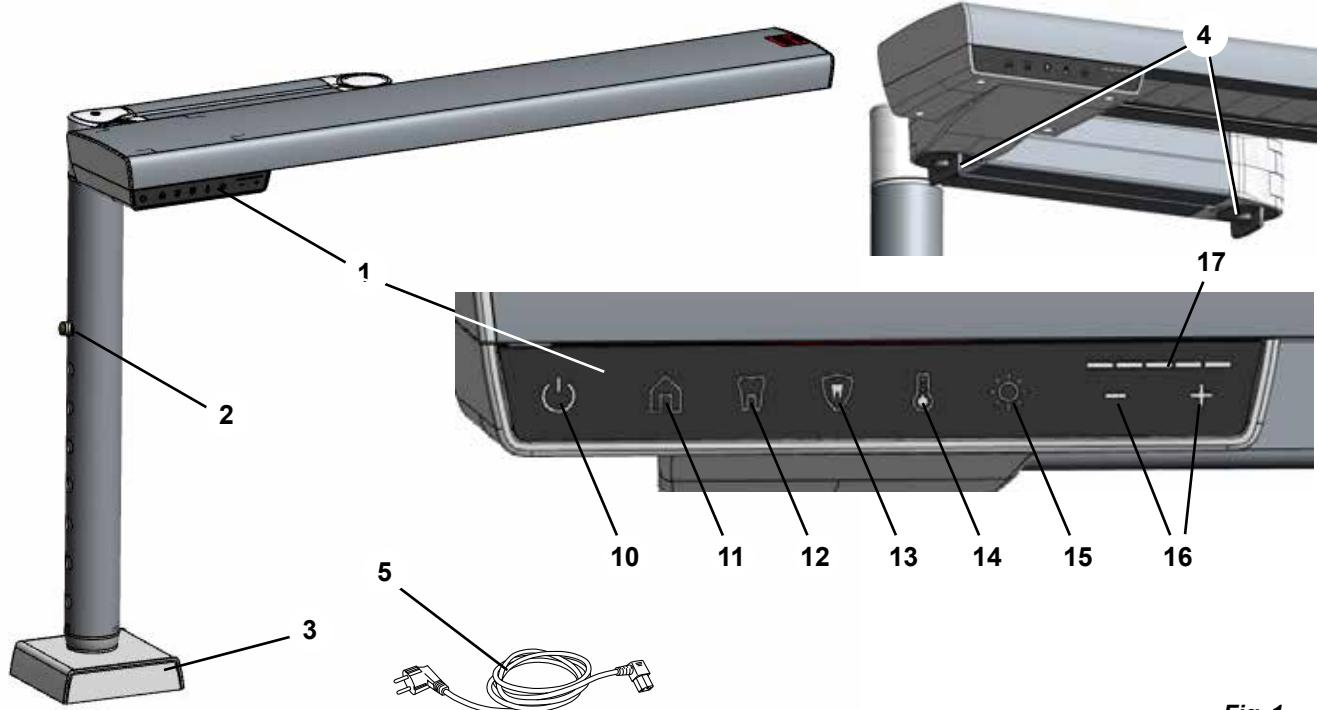

Fig. 1
- ⇒ Premere il blocco di regolazione dell'altezza (2, Fig. 1) ed estrarre il tubo interno dello zoccolo fino alla posizione massima.
Per determinare la posizione di montaggio adatta, allentare il bloccaggio dello snodo (4, Fig. 1) e verificare che sia possibile spostare la lampada da lavoro nella posizione ottimale descritta in precedenza (capitolo 4.2.1).
- ◆ Il pulsante Brightness (15, Fig. 1) è illuminato.
- ◆ Nell'indicatore Intensity (17, Fig. 1) viene visualizzato il valore di luminosità attuale.
- ⇒ Pressione del tasto Power (10)